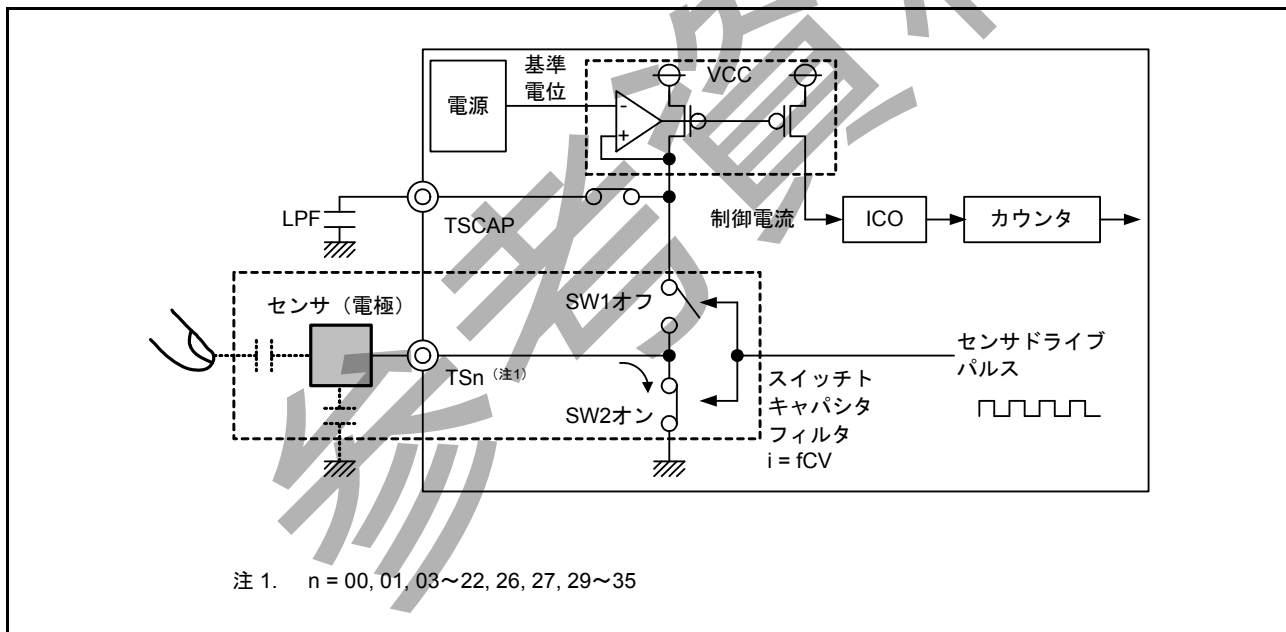

図 45.6 放電動作
2. SW1 : OFF、SW2 : ON にすることで、充電された容量は放電されます。図 45.6 を参照してください。